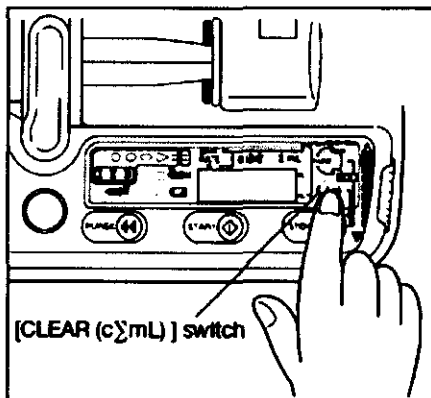

Fig. 18: [CLEAR (C Σml)] switch: Botón [BORRAR (C Σml)]
- 4) Para borrar el volumen suministrado, pulse el botón [CLEAR (C Σml)] durante 1.5 segundos (Fig. 18)